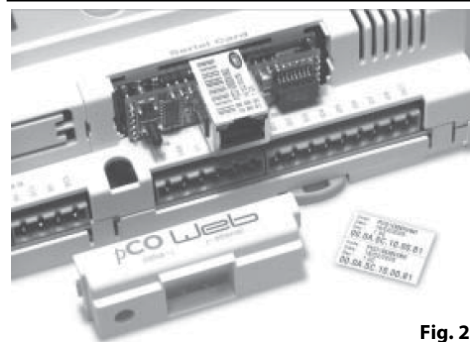

Fig. 2
2. inserire la scheda nel corrispondente connettore a pettine, assicurandosi che sia ben inserita e a contatto dei due appoggi posti sul contenitore del KPM30/KPM31 (Fig. 2). Questa operazione può risultare difficoltosa a causa dello spazio esiguo, si consiglia, quindi, di inserire obliquamente la scheda e di farla poi ruotare fino a far combaciare i connettori.
2. insert the board in the corresponding plug-in connector, making sure it is fully inserted and in contact with the two supports located on the case of the KPM30/KPM31 (Fig. 2). This operation may be difficult due to the limited space, consequently, it is recommended to insert the board at an angle and then turn it until aligning the connectors;